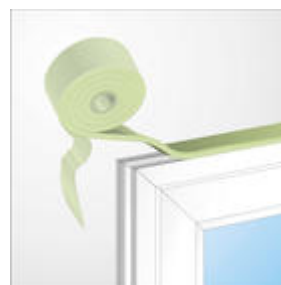

Bild 2: Komplette Abdichtung in einem Arbeitsschritt
- Das überkomprimierte Anfangs-/ Endstück abschneiden und das Band mithilfe der Selbstklebung aufkleben. (Bild 2) Sollte bei tiefen Temperaturen (unter +1°C) die Selbstklebung nicht ausreichend haften, dann ist das Band warm vorzulagern. Beim Ablängen des Bandes 2 cm/m dazugeben.